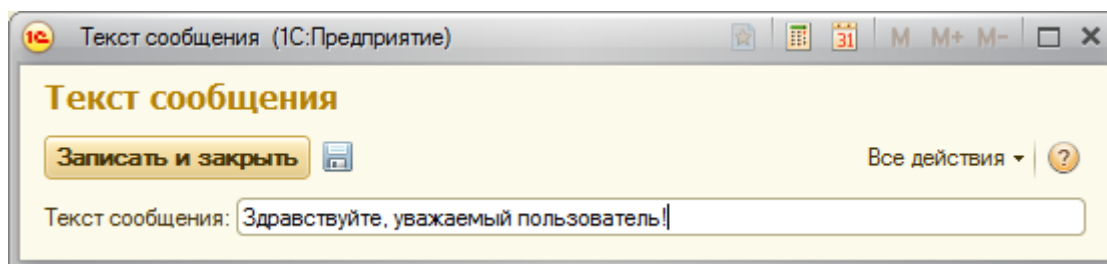

Рисунок 5.3- Форма редактирования константы Текст сообщения
4. Щелкнем по команде **Текст сообщения** в панели действий. Отобразится окно, которое позволяет нам редактировать константу **ТекстСообщения**. Введем в поле **Текст сообщения** строку "Здравствуйте, уважаемый пользователь!", Рисунок 5.3. и нажмем на кнопку **Записать и закрыть**.